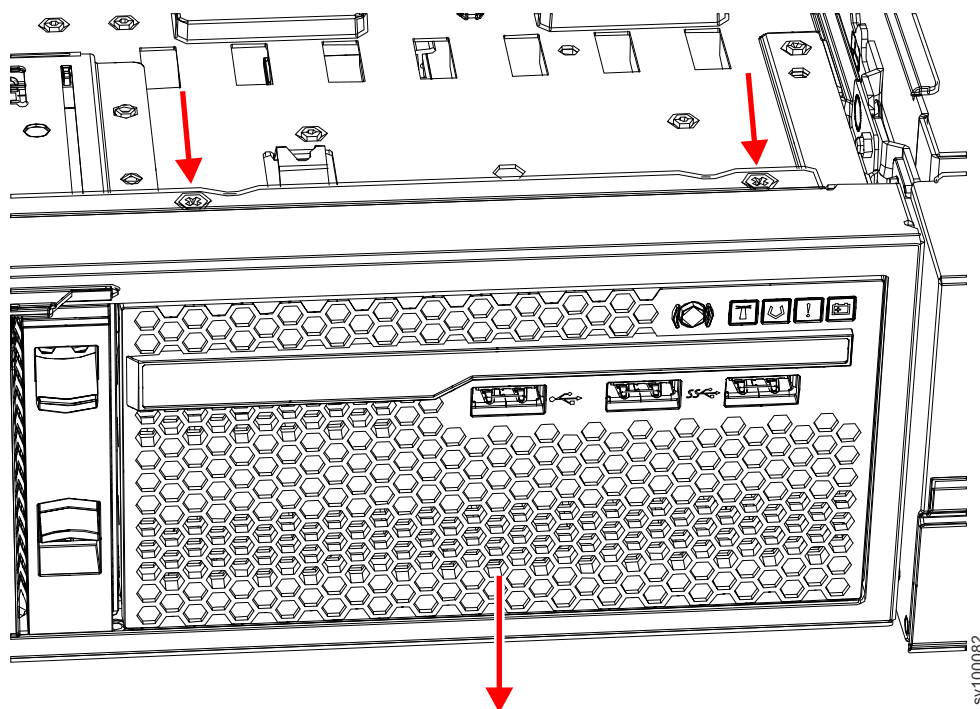

図 161. 2145-SV1 オペレーター情報パネル・アセンブリーの取り外し
2. 図 161 に示すように、アセンブリーの上部から 2 つのねじを取り外します。
3. 図 161 に示す方向に向かって、オペレーター情報パネル・アセンブリーを、ノードの前面から突き出るまで後部から押します。